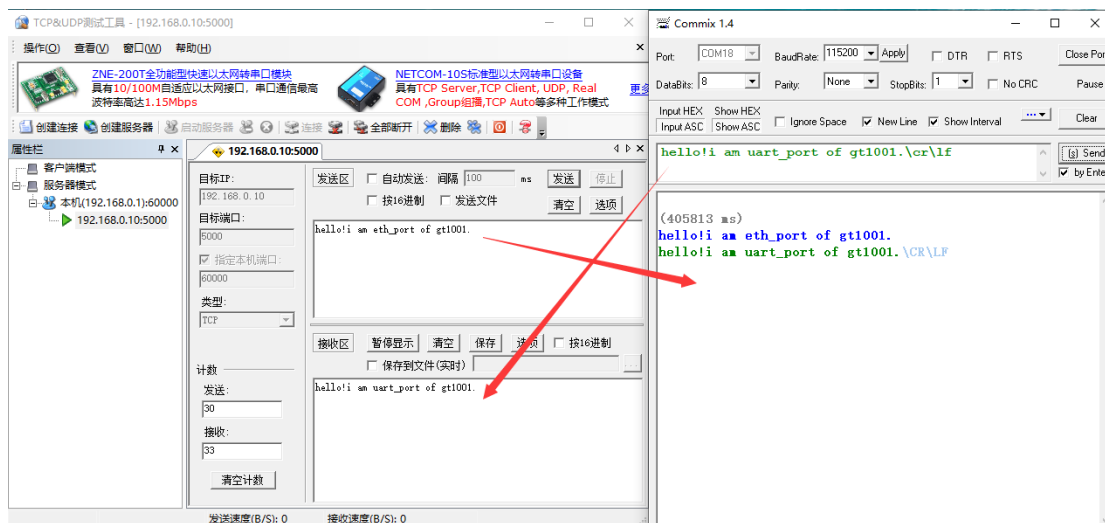

图 5-8 串口到网络数据传输界面
(5) 串口到网络数据流向传输测试：电脑 BB 串口->GT1001 串口->GT1001 以太网口->电脑 AA 网络。在电脑 BB 发送区输入数据，然后点击发送，可在电脑 BB 上接收到相应的数据，如图 5-8 所示。